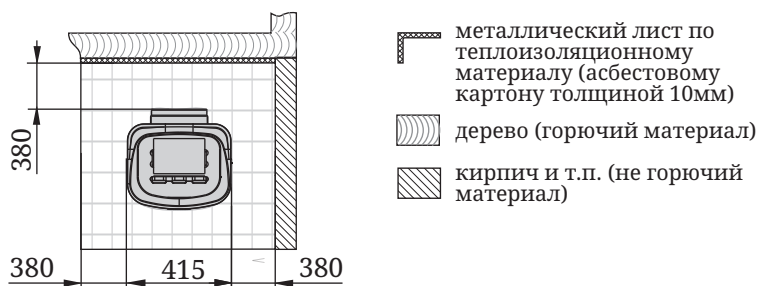

Рисунок 3. Монтаж площадки-постамент
- при напольной установке - под электрокаменкой необходимо сделать основание из кирпича или другого негорючего материала или площадку-постамент из негорючего материала высотой 100 мм от уровня деревянного пола. Габариты площадки должны быть такие, чтобы минимальное расстояние от электрокаменки до краев площадки составляло не менее 380 мм (рисунок 3). На пол из негорючего материала электрокаменка устанавливается без дополнительного постамент.